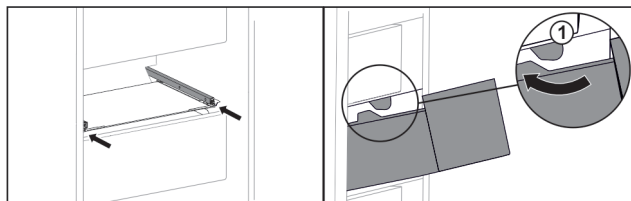

Fig. 125
- ▶ Обведите выдвижной ящик вокруг стопора Fig. 125 (1).